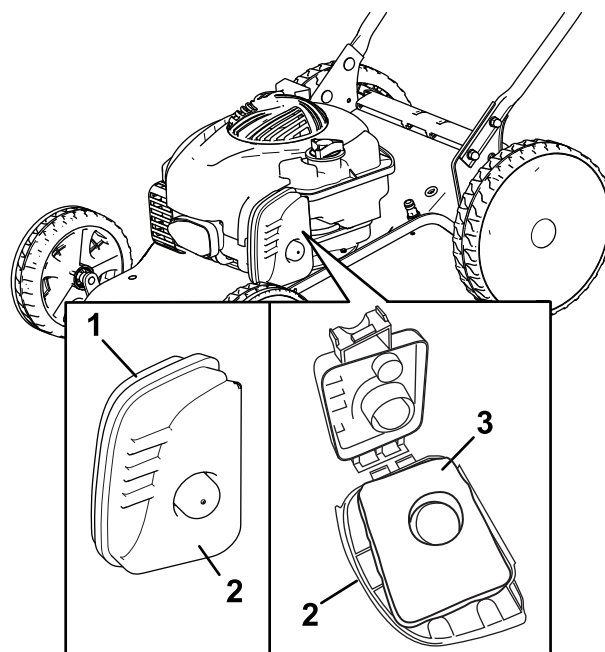

Figure 23
1. Déclipsez le haut du couvercle du filtre à air (Figure 23).
2. Déposez le couvercle du filtre à air (Figure 23).